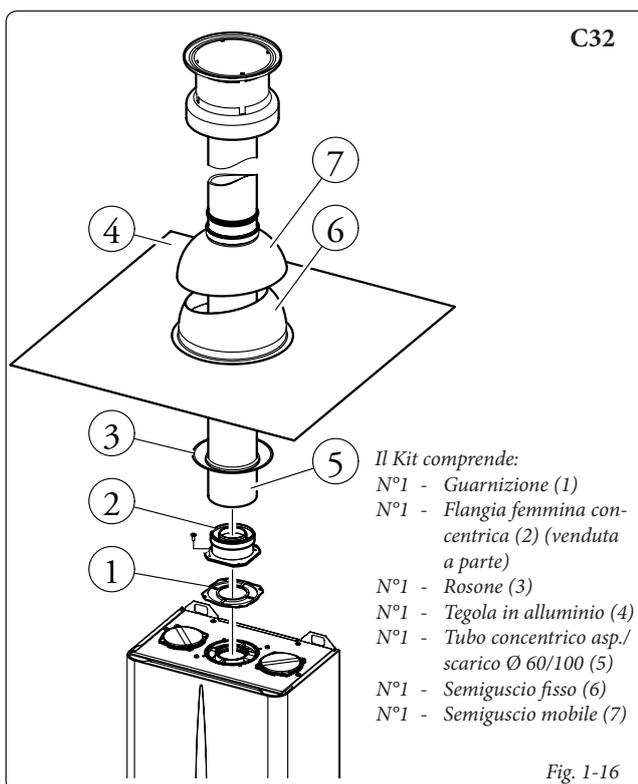

Fig. 1-16
Kit verticale con tegola in alluminio Ø 60/100. Montaggio kit (Fig. 1-16): installare la flangia concentrica (2) sul foro centrale dello scaldabagno interponendo la guarnizione (1) e serrare con le viti presenti nel kit. Installazione della finta tegola in alluminio. Sostituire alle tegole la lastra in alluminio (4), sagomandola in modo da fare defluire l'acqua piovana. Posizionare sulla tegola in alluminio il semiguscio fisso (6) e inserire il tubo di aspirazione-scarico (5). Innestare il terminale concentrico Ø 60/100 con lato maschio (5) (liscio), nel lato femmina della flangia (2) (con guarnizioni a labbro) sino a portarlo in battuta, accertandosi di avere già inserito il rosone (3), in questo modo si otterrà la tenuta e la giunzione degli elementi che compongono il kit.